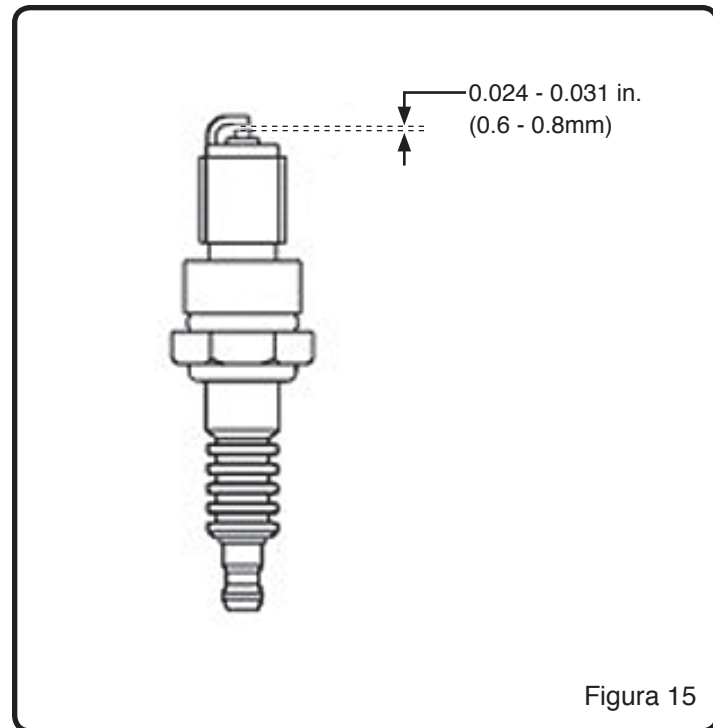

Figura 15
6. Verificar que el salto de chispa de la bujía sea de 0.024 - 0.031 in. (0.6 - 0.8mm). (Véase la Figura 15)